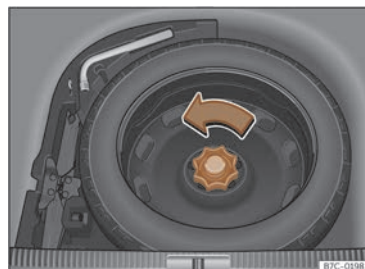

Fig. 253 Dans le coffre à bagages : plancher de chargement soulevé.
- Tournez la molette dans le sens inverse des aiguilles d'une montre >>> **fig. 253**.